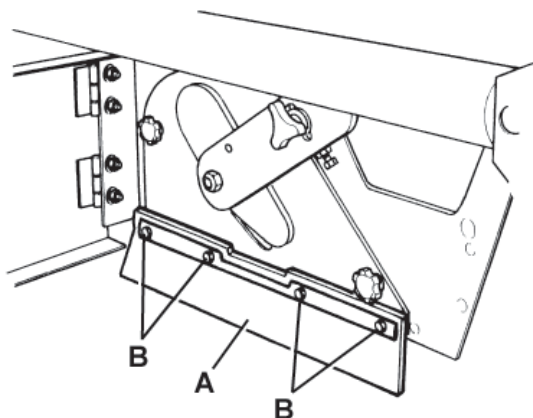
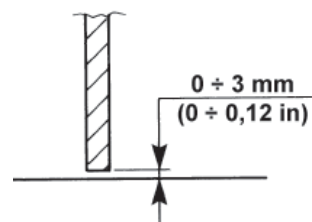

Figure 19
Figure 21
5. Dégager les dispositifs de retenue (8) et (6), puis ouvrir les portillons droit (7) et gauche (5).
6. Contrôler l'intégrité des volets latéraux (A, Fig. 19).
7. Contrôler que la hauteur du sol des volets latéraux (A, Fig. 19) est comprise entre 0 et 3 mm (voir Fig. 21).
Si besoin est, desserrer les vis (B, Fig. 19) et régler la position des volets. Enfin, serrer les vis (B).